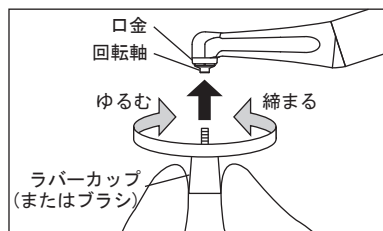

図 4
1) ハンドピースをモータに接続してください。ラバーカップ、ブラシをつまみハンドピースの回転軸にねじ部を差し込み、軽く締まるまでねじ込みます。（図4）
ハンドピースをモータから取り外し、ハンドピースの軸部を固定した状態でラバーカップ、ブラシをしっかりとつまみ、図4のゆるむ方向へ回しゆるめます。